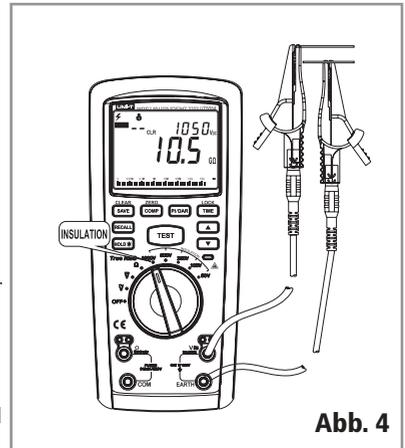

Abb. 4
- Verbinden Sie die Messspitzen parallel zum Messobjekt (siehe Abb. 4).